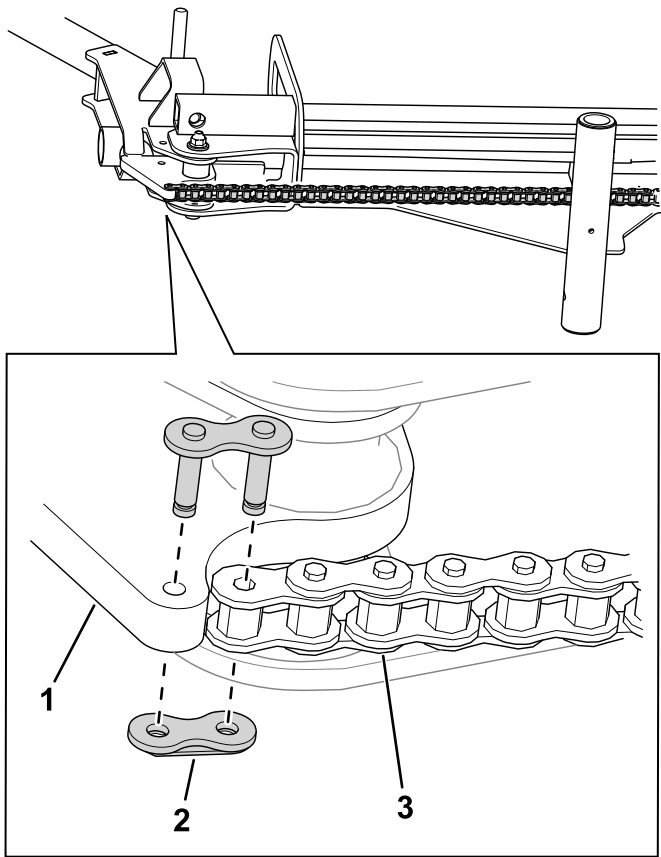

Figura 7
9. Use um elo de corrente para ligar a corrente ao conjunto do carril (Figura 7).